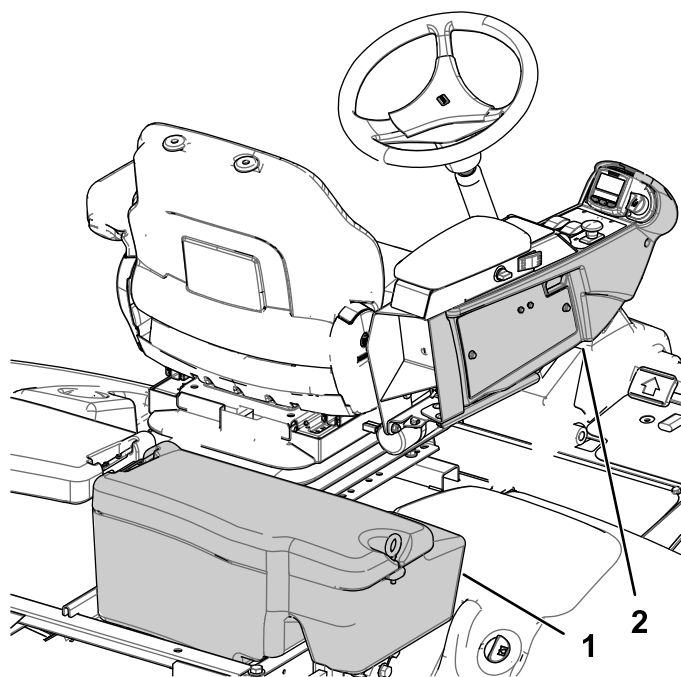

Figure 1
8. Déposez le couvercle de la console droite, comme montré à la Figure 1.